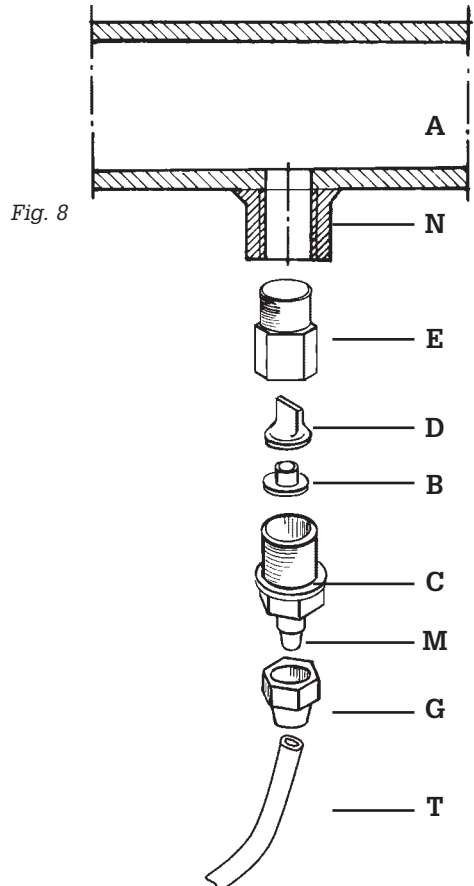

Fig. 8
- f. - Aplicar un empalme de acero de 3/8" rosca tipo gas, hembra en el conducto de la instalación que se debe tratar, en el punto más adecuado para efectuar la inyección del producto que se va a dosificar. Dicho empalme no está incluido en el suministro. Atornillar la válvula de inyección en el empalme, utilizando teflón como guarnición (Fig. 8), conectar el tubo al empalme cónico de la válvula de inyección, y fijarlo con la virola G. La válvula de inyección es a su vez, válvula de retención.
3.1. - ESQUEMA DE MONTAJE DE LA VÁLVULA DE INYECCIÓN Fig. 8